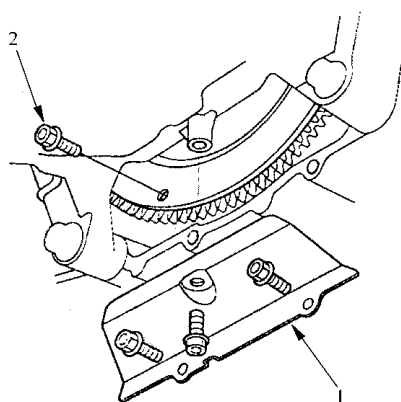

图 5-55 拆卸驱动板螺栓
33) 如图 5-55 所示, 拆卸飞轮罩, 一边转动曲轴带轮, 一边拆卸驱动板螺栓。